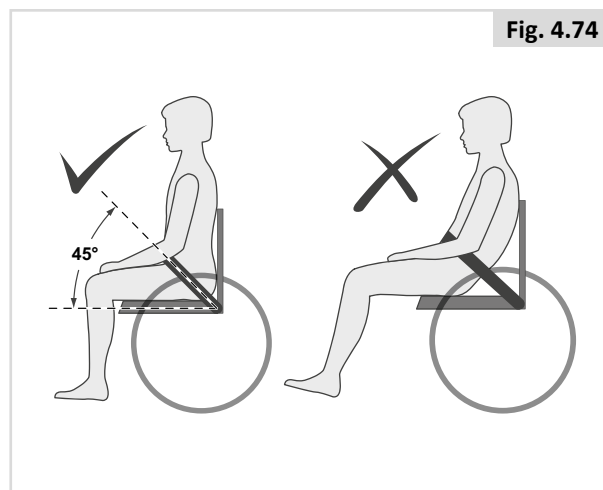

Fig. 4.74
- Normalmente la cintura pelvica deve essere fissata in modo che la cinghia si trovi ad un angolo di circa 45° (Fig. 4.74), e, quando regolata correttamente, non permetta all'utente di scivolare in avanti.